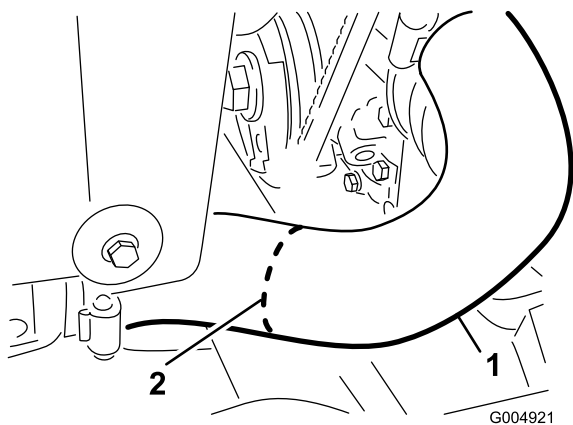

図 11
9. 図 11 に示す白線のところで下側のラジエーターホースを切断する。